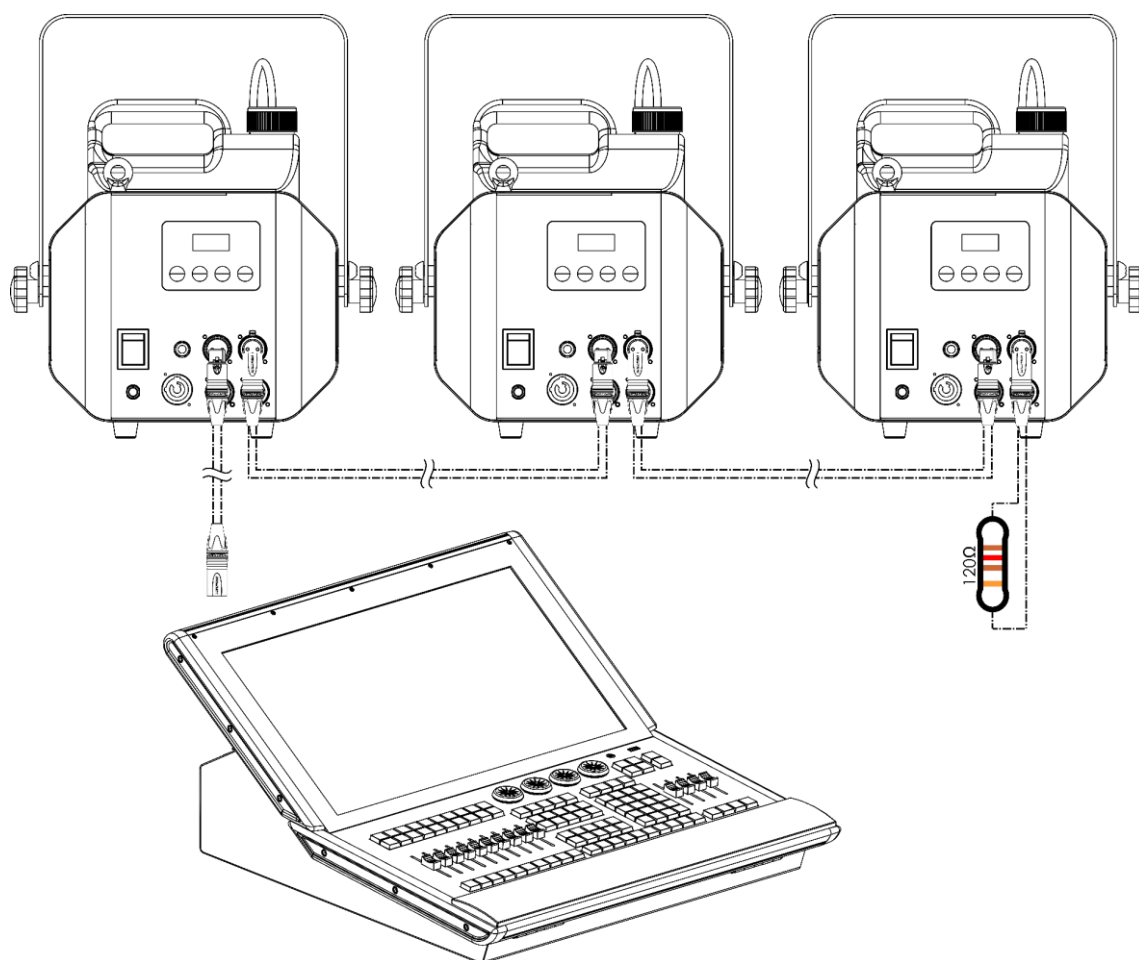

Fig. 07
- 03) Ripetere il punto 2 per collegare tutti i dispositivi in un collegamento in serie, come mostrato nella Fig. 07.